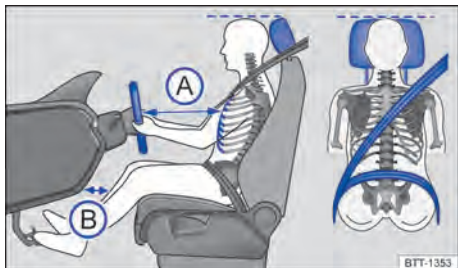

Fig. 19 Distancia correcta del conductor con relación al volante, posición correcta de la banda del cinturón de seguridad y ajuste correcto del apoyacabezas.
- Ajustar el asiento de modo que la distancia entre el volante y el tórax sea como mínimo de 25 cm → fig. 19 (A) y que el conductor pueda sujetar el volante del borde exterior con las dos manos y los brazos ligeramente flexionados.
- Ajustar el asiento del conductor de manera longitudinal para que los pedales se puedan accionar con las piernas ligeramente dobladas y la distancia de la zona de la rodilla con el tablero de instrumentos sea de al menos 10 cm → fig. 19 (B).
- Ajuste el apoyacabezas para que su borde superior se encuentre preferentemente en la misma línea de la parte superior de la cabeza → fig. 19 – pero no por debajo de la altura de los ojos. Posicionar la parte posterior de la cabeza lo más cerca posible del apoyacabezas.